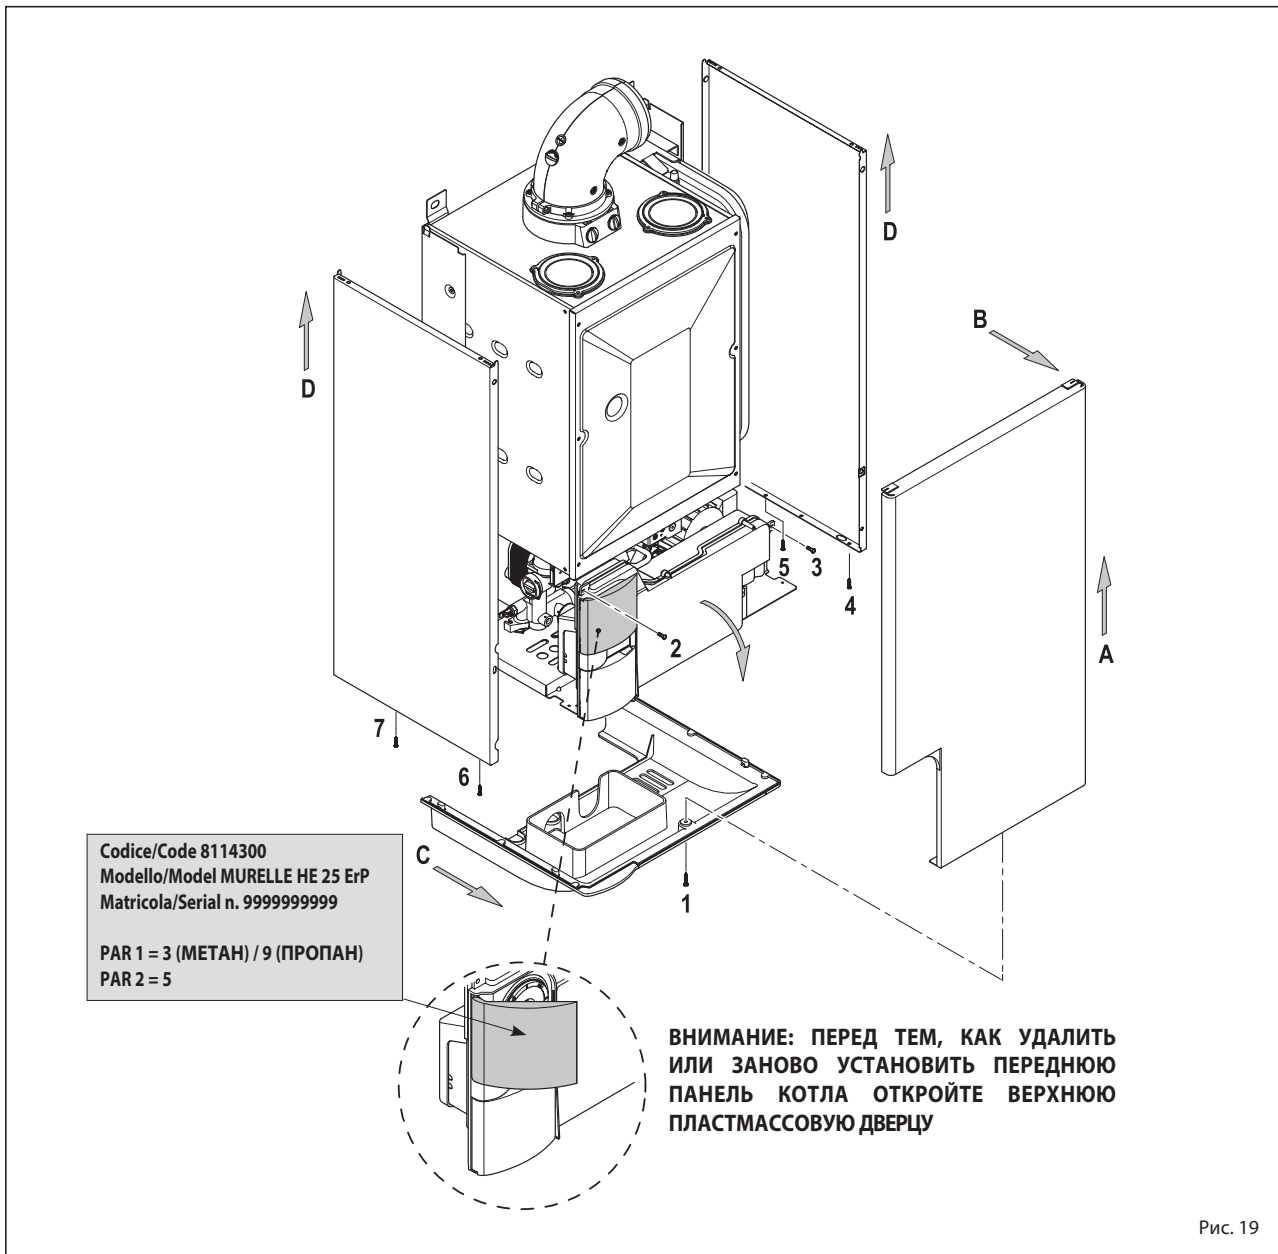

Рис. 19
4.4 ДЕМОНТАЖ КОЖУХА (рис. 19)
Для облегчения проведения технического обслуживания котла можно полностью демонтировать кожух, как показано на рис. 19.